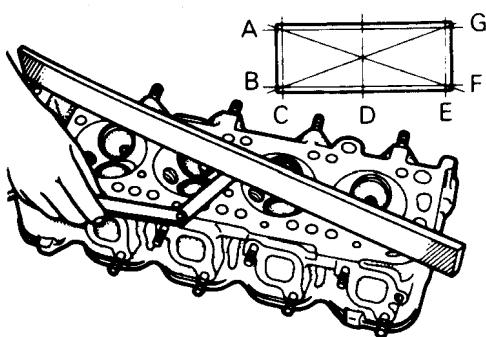

图 2-58 检查气缸盖表面的平直度
- (1) 在清洗前检查气缸盖有无漏水、漏气部位, 以及有无损伤和裂纹。
- (2) 完全清除油污、锈蚀、密封胶和积炭。清洗好油道后用压缩空气吹油道使它不阻塞。
- (3) 用直尺按图 2-58 所示的 A 到 G 的方向检查气缸盖表面的平直度。气缸盖表面的平直度标准值为 0.05mm, 极限值为 0.2mm。